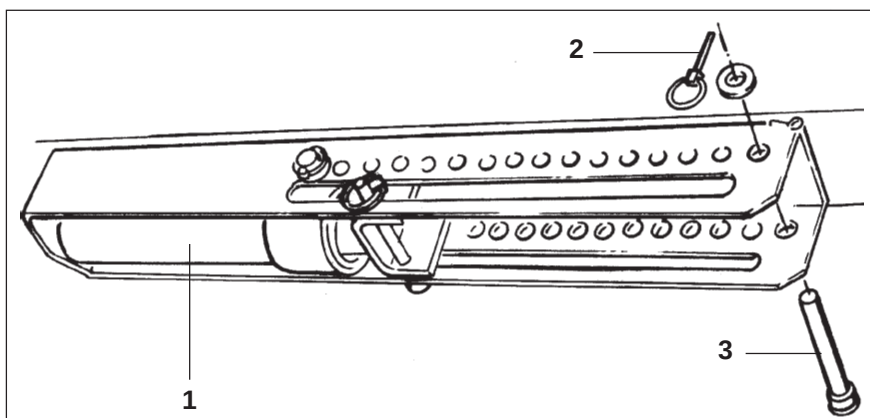

Fig. 22.6
- Mettez le vérin hydraulique (fig. 22.6/1) en échappement.
- Introduisez l'axe (fig. 22.6/3) dans l'un des trous de la grille de réglage et verrouillez à l'aide d'une goupille agricole (fig. 22.6/2).
Plus vous fichez l'axe (fig. 22.6/3) vers le côté droit de la grille de réglage et plus vous augmentez la pression d'enterrage des socs.